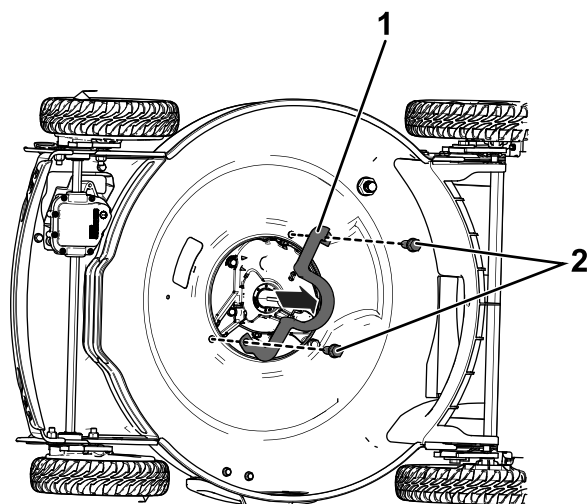

**Bild 4**
8. Nehmen Sie beide Riemen vom Messerantrieb ab und entfernen Sie dann den Messerantrieb; bewahren Sie ihn auf (Bild 4).